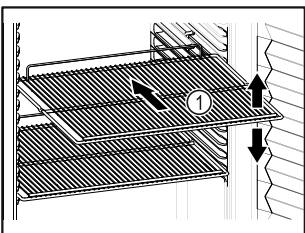

Fig. 53
- Indien de legroosters Fig. 53 (1) verplaatsbaar zijn, deze aan de hoogte aanpassen.